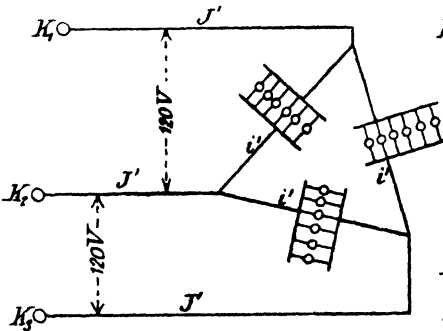

Fig. 162.
- die Stromstärke in den Lampen, wenn dieselben in Dreieckschaltung verbunden sind (Fig. 162),